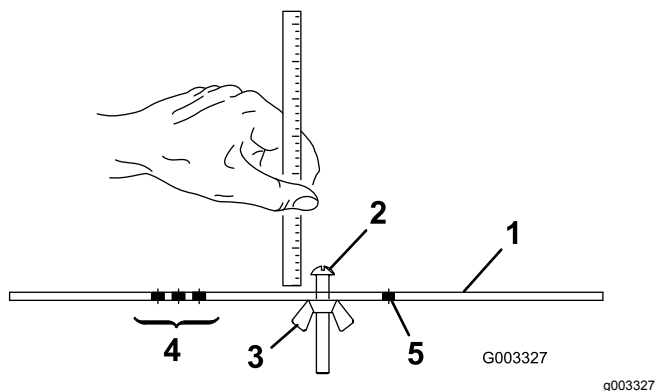

Figure 16
2. Desserrez l'écrou du gabarit (**Figure 16**) et tournez la vis de réglage de manière à obtenir la hauteur de coupe voulue.